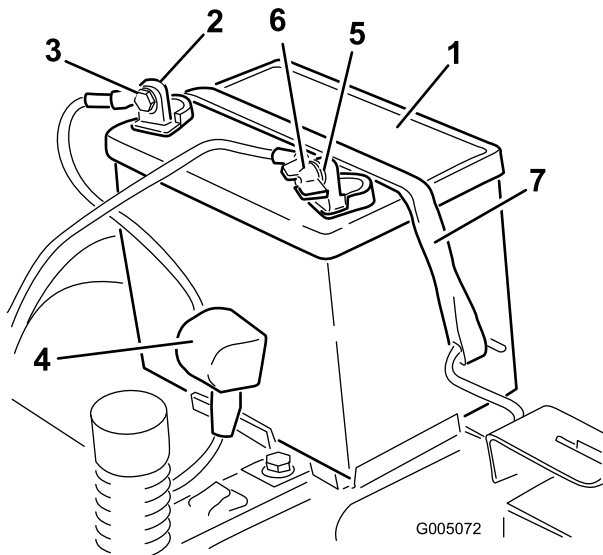

Figura 35
- Desconecte el cable negativo de tierra (negro) del borne de la batería (Figura 35). Guarde todos los herrajes.
5. Deslice hacia arriba la cubierta de goma del cable positivo (rojo). Desconecte el cable positivo (rojo) del borne de la batería (Figura 35). Guarde todos los herrajes.
6. Retire la correa de sujeción de la batería (Figura 35) y levante la batería para retirarla de su bandeja.
1. Coloque la batería en la bandeja, con los bornes hacia el puesto del operador (Figura 35).
5. Fije la batería con la correa de sujeción (Figura 35).